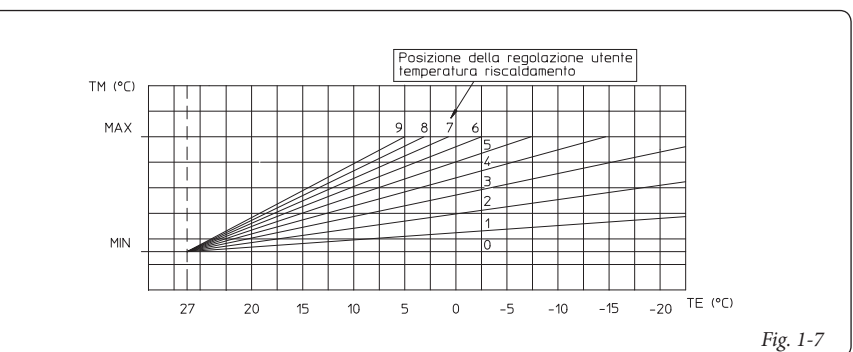

Fig. 1-7
La sonda è collegabile direttamente all'impianto elettrico della caldaia e consente di diminuire automaticamente la temperatura massima di mandata all'impianto all'aumentare della temperatura esterna in modo da adeguare il calore fornito all'impianto in funzione della variazione della temperatura esterna. La sonda esterna agisce sempre quando connessa indipendentemente dalla presenza o dal tipo di cronotermostato ambiente utilizzato. La correlazione fra temperatura di mandata all'impianto e temperatura esterna è determinata dalla posizione del selettore presente sul cruscotto di caldaia secondo le curve rappresentate nel diagramma (Fig. 1-7). Il collegamento elettrico della sonda esterna deve avvenire ai morsetti 38 e 39 sulla scheda elettronica della caldaia (Fig. 3-2).
• **Funzionamento con sonda esterna optional (D).** In caso di impianto con la sonda esterna optional la temperatura di mandata della caldaia per il riscaldamento ambiente è gestita dalla sonda esterna in funzione della temperatura esterna misurata (Parag. 1.6). E' possibile modificare la temperatura di mandata scegliendo la curva di funzionamento mediante i pulsanti (5 e 6) selezionando un valore da "0 a 9" (Fig. 1-7).